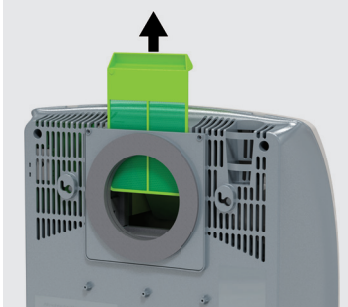

Рисунок 6
- Извлеките фильтр грубой очистки из прибора (рис. 6).